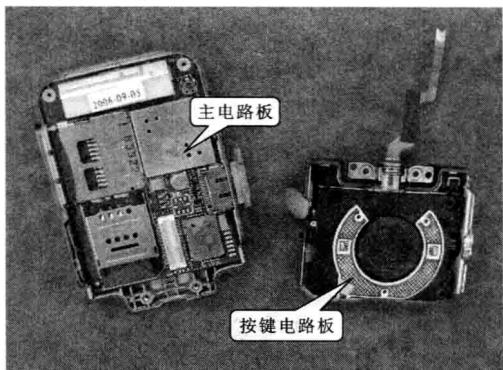

图 1-23 拆卸步骤③
步骤③ 移开后即可将按键板与主电路板进行分离,如图 1-23 所示。